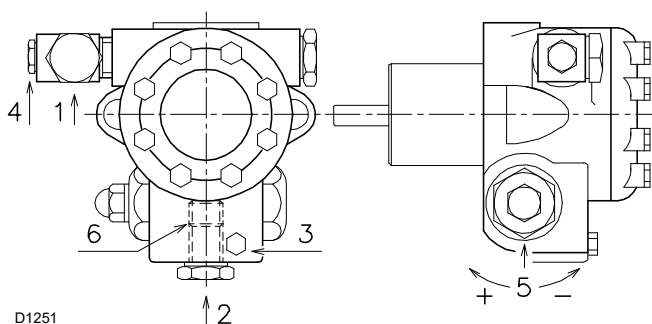

Fig. 30
Pentru ca pompa să se aprindă automat, este esențial să slăbiți șurubul 3)(Fig. 30) pompei, pentru a evacua aerul conținut în conducta de aspirație.
- Când uleiul curge prin șurubul 3)(Fig. 30), pompa este pornită.